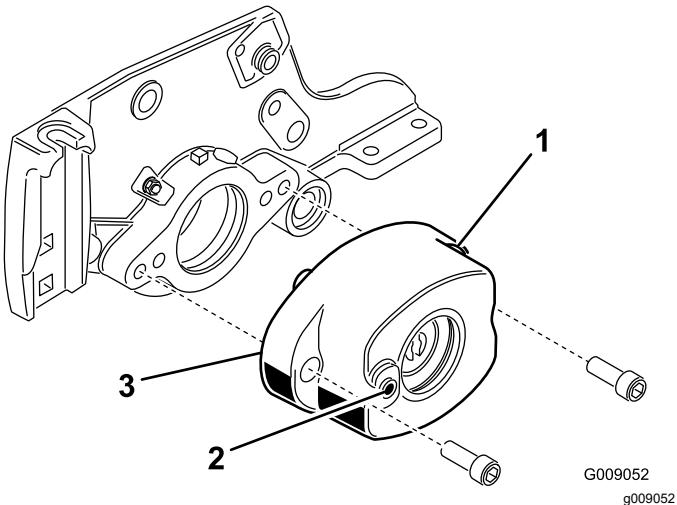

Figura 6
- Monte el alojamiento del cepillo del rodillo en el alojamiento del cojinete del molinete con 2 pernos de cabeza Allen (3/8 x 1 pulgada) (Figura 6). Coloque el alojamiento del cepillo del rodillo con el taladro roscado orientado hacia la parte delantera de la unidad de corte.